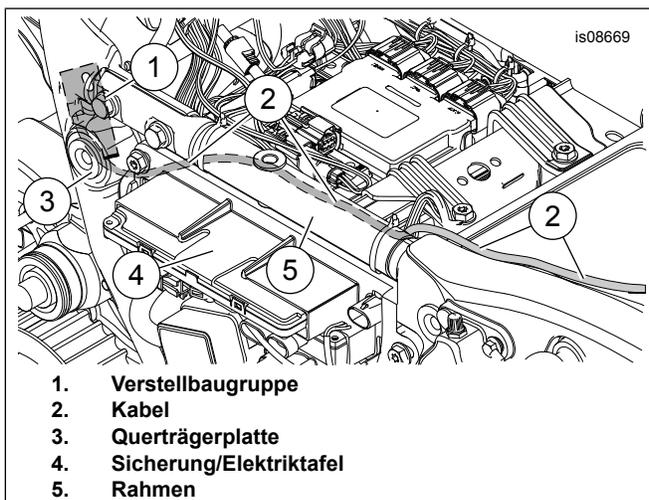

Abbildung 10. Kabelverlegung
17. Siehe Abbildung 10 >. Das Kabel (2) unter den Querträger führen.
18. Das Kabel (2) weiter zwischen Sicherung/Elektriktafel (4) und Rahmen (5) zur Oberseite des Hinterradschutzblechs und zur Rückenlehnenhalterung führen.